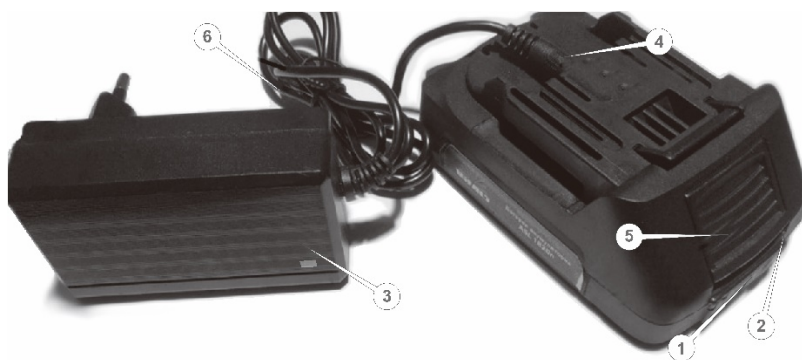

Рисунок 4. Схема заряджання АКБ.
5.1.5.1 Перевірка рівня зарядження акумуляторної батареї (рис. 4).
1. Натиснути та утримувати кнопку акумулятора (2, рис. 4), яка розташована на верхній панелі акумулятора.
2. Під час утримання кнопки залежно від стану заряду батареї почнуть світитися відповідні індикатори (1, рис. 4).
5.1.5.2 Заряджання акумуляторної батареї (рис. 4).
4. Контролювати ступінь заряджання акумулятора за кольором індикаторів (3, рис. 4).